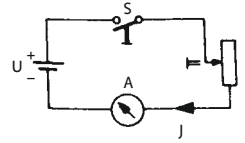

Abb. 4. Einfacher Stromkreis mit Stromquelle U. Schalter S, Widerstand R und Strommesser A
- Analoge Verhältnisse ergeben sich bei einem elektrischen Stromkreis gemäß Abb. 4 mit dem elektrischen Widerstand R.